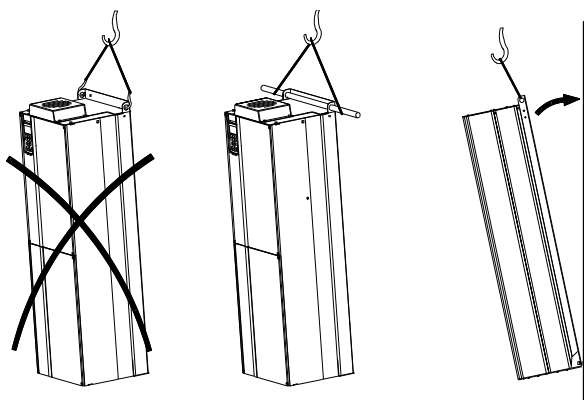

Fig. 1 Méthode de levage recommandée
1. Marquer l'emplacement des orifices de montage sur le sol. Voir fig. 1.